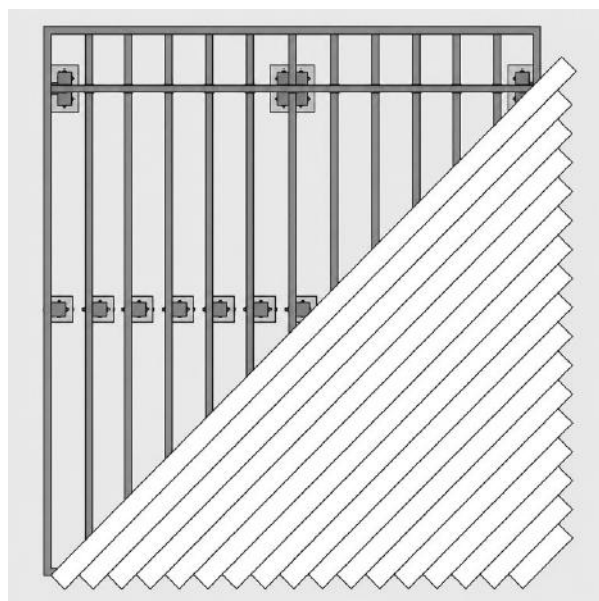

FIG. 12 – PLANKEN GELEIDELIJK NAAR DE HOEKEN GELEGD
- 02 Na het leggen van de middelste plank plaatst u elke plank geleidelijk naar buiten richting de hoeken van de onderconstructie (fig. 12): reststukken van planken kunnen worden bewaard en gebruikt om de hoeken af te werken; laat een licht overstek over de rand van de onderconstructie.